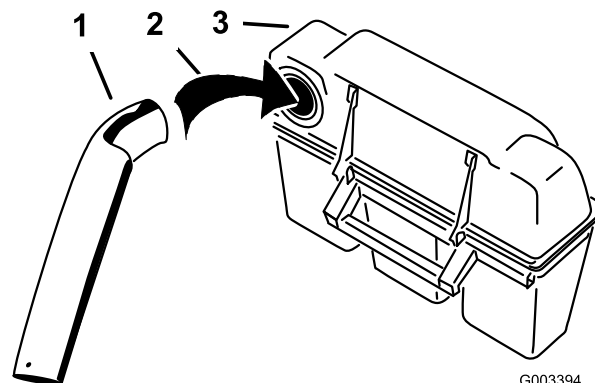

Figure 20
5. Placez le tube supérieur dans l'ouverture du système de ramassage et ressortez-le de sorte que le joint en caoutchouc dépasse (Figure 20).